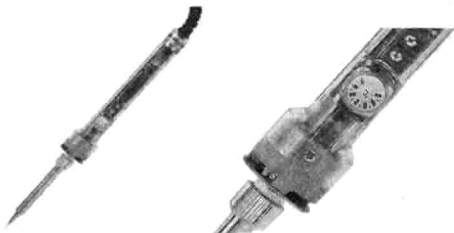

图 1.5 内热式恒温电烙铁（可调温）
(4) 可调温电烙铁 可调温电烙铁（图 1.4 和图 1.5）功率较大，一般在 40~60W，由于温度范围在 100~400℃ 可调，所以能满足各种大小元件的焊接需要。另外，可调温电烙铁大多附有接地线，使烙铁有良好的接地性能，可消除静电，防止损害元件，非常适合维修手机、电脑主板、音响等精密焊接工作。